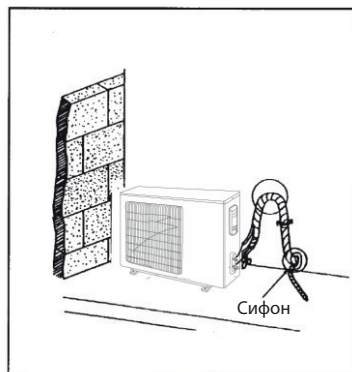

Рис. 16
2. Все трубы необходимо связать и обернуть лентой. Для предотвращения течения воды обратно в помещении в дренажной трубе следует установить сифон (см. рис. 16)